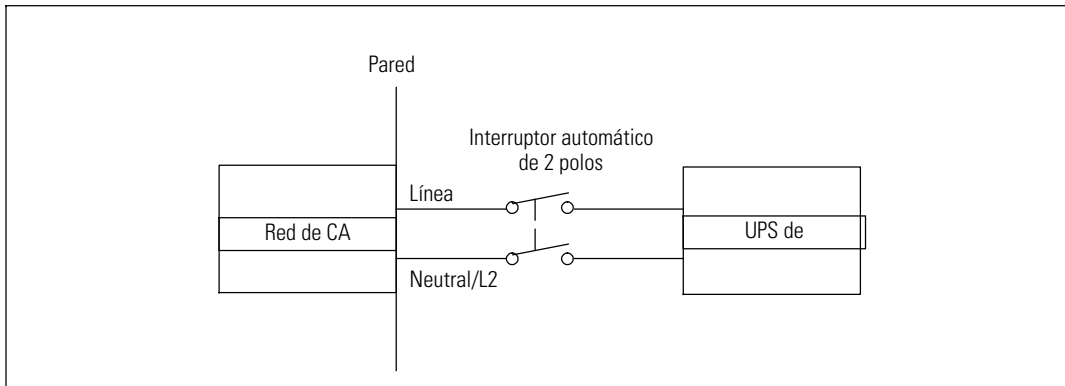

Figura 19. Diagrama del interruptor de circuito
- El dispositivo de protección requiere un dispositivo de desconexión de dos polos entre la entrada del UPS y las troncales (véase Figura 19)